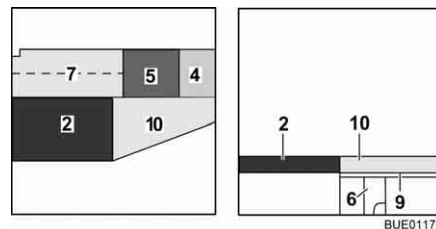

Fig. 136 Después de la transformación
- Colocar el cojín del asiento (Fig. 136,5) en el centro.
- Colocar el cojín del respaldo (Fig. 136,4) entre el cojín del asiento y la pared.
- Colocar el cojín adicional (Fig. 136,10) sobre el ensanchamiento de cama.